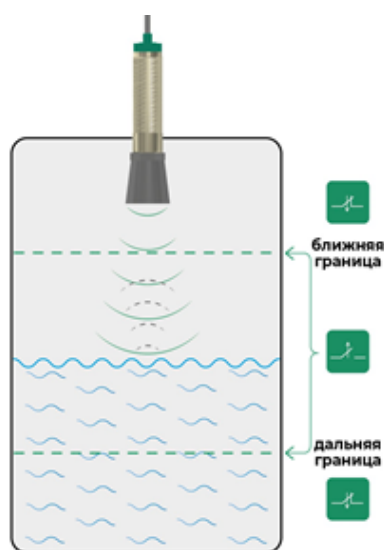

Рисунок 11 – состояние дискретного выхода в режиме «НЗ»
2.8.3 В режиме работы «НЗ» дискретный выход замыкается, если уровень материала находится вне окна и размыкается, если уровень материала находится внутри окна (рисунок 11). При отсутствии отраженного сигнала, дискретный выход замкнут.